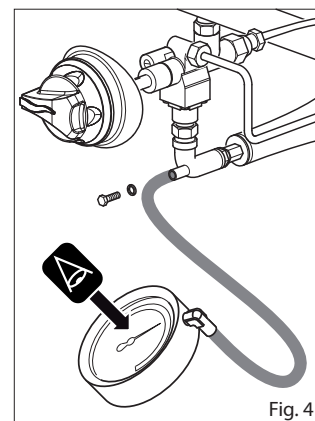

Fig. 4
- dévisser la vis de la prise de pression (Fig. 4) ;